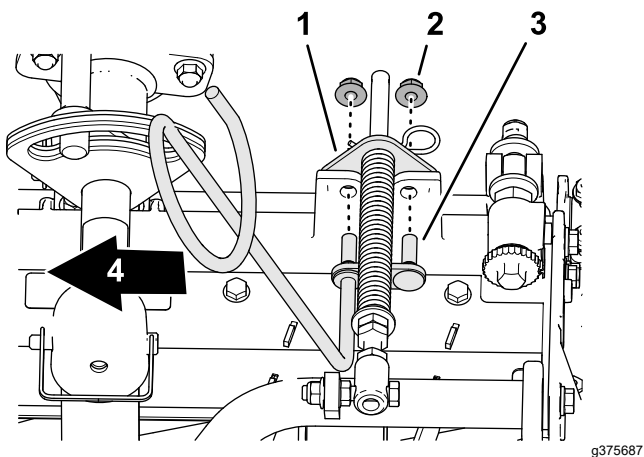

Figura 10
5. Alinhe os pinos do guia de tubos esquerdo com os orifícios da estrutura da unidade de corte e o suporte do compensador de relva (Figura 10).